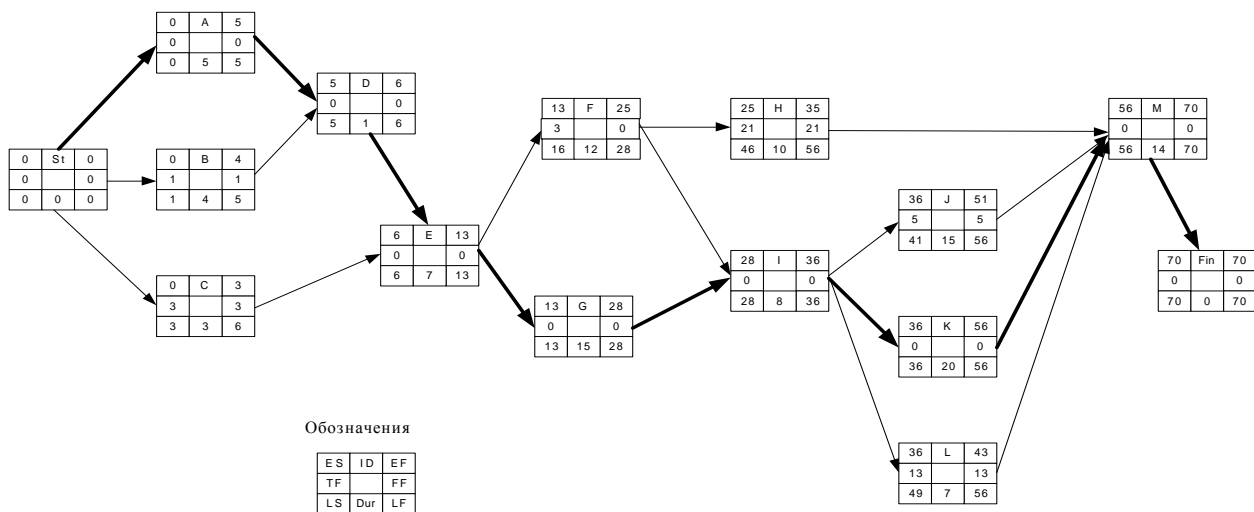

Рис. 8. Сетевая диаграмма с результатами расчетов
5. Уменьшите на два дня длительность стадии А. На сколько изменилась длительность проекта? Объясните почему (см. вывод 2 и рис. 8). Восстановите исходную длительность стадии А.
6. Уменьшите на четыре дня длительность стадии G. На сколько изменилась длительность проекта? Объясните почему (см. вывод 2 и рис. 8). Восстановите исходную длительность стадии G.
7. Допустим, что обстоятельства складываются так, что необходимо отложить начало стадии J – (ES) на 4 дня, а завершение работ по стадии C – (EF) уже задержано на два дня. Повлияют ли эти задержки на срок окончания проекта? Ответьте на основании данных о временном резерве и проверьте ответ непосредственной подстановкой изменений в таблицу (см. вывод 5а и рис. 8). Восстановите исходные длительности стадий.
окончания проекта? Ответьте на основании данных о временном резерве и проверьте ответ непосредственной подстановкой изменений в таблицу (см. выводы 5б и рис. 8). Восстановите исходные длительности стадий.